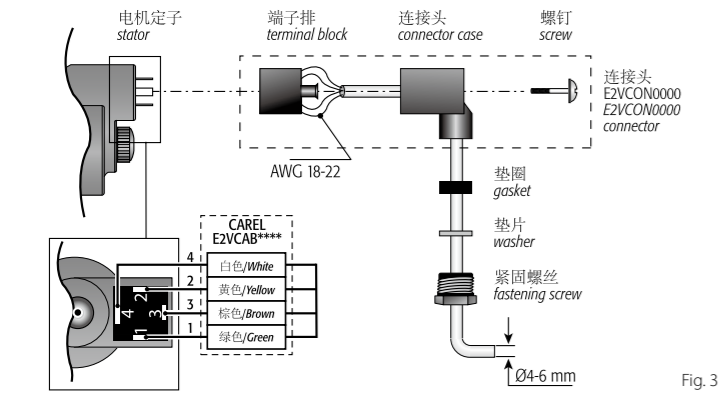

Fig. 3
7. collegare il connettore già cablato al motore passo passo nel relativo alloggiamento e serrare le vite con coppia di serraggio 0,5 Nm seguendo le indicazioni in Fig.3. Collegare a questo punto l'estremità quadrifilare del cavo nei relativi morsetti del Driver CAREL EVD\*\*\* o relativo controllo omologato CAREL ed impostare i parametri secondo il set riportato nella tabella sottostante.
Collegare un connettore costampato IP67 (E2VCAB\*\*\*\*) la cui mappatura è 1 Verde, 2 Giallo, 3 Marrone, 4 Bianco. Alternativamente collegare un cavo quadrifilare al connettore a cablare IP65 (E2VC0N0000) secondo lo schema in Fig. 3: il connettore è di tipo standard DIN 43650. Per cablare il connettore E2VC0N0000 si consiglia l'utilizzo di cavi AWG18-22 con un diametro esterno da 4 a 6 mm per consentire un'adeguata presa della guarnizione esterna. Successivamente collegare le quattro fasi motore al vostro dispositivo driver in modo che la fase n°1 della E5V, E6V, E7V corrisponda al morsetto n°1 del driver e così via. Attenzione: la fase n°4 è indicata sullo statore valvola con il simbolo di terra. Sono disponibili cavi schermati opzionali (E2VCAB5\*\*\*\*) per applicazioni in accordo alla direttiva 2004/108/EC e successive modifiche.
7. Connect the pre-wired connector to the socket on the stepper motor and tighten the screw, applying a force of around 0.5 Nm, following the instructions shown in Fig. 3. Then connect the four-pin end of the cable to the corresponding terminals on the CAREL EVD\*\*\* driver or other approved CAREL controller, and set the parameters according to the values shown in the table below.
Connect an IP67 co-moulded connector (E2VCAB\*\*\*\*) with mapping 1 Green, 2 Yellow, 3 Brown, 4 White. Alternatively, connect a four-wire cable to the IP65 connector (E2VC0N0000) as shown in the diagram in Fig. 3: this is a standard DIN 43650 connector. To wire the E2VC0N0000 connector, use AWG18-22 cables with an outside diameter from 4 to 6 mm to ensure suitable grip of the cable gland. Then connect the four motor phases to the driver, so that phase 1 on the E5V, E6V corresponds to terminal 1 on the driver, and so on. Important: phase 4 is indicated on the valve stator by the earth symbol. Optional shielded cables are available (E2VCAB5\*\*\*\*) for applications in accordance with directive 2004/108/EC and subsequent amendments.
- Raccorder le connecteur déjà câblé au moteur pas à pas dans le logement correspondant et serrer la vis avec un couple de 0,5Nm en suivant les indications de la Fig. 3. Connecter ensuite l'extrémité quadripolaire du câble aux bornes correspondantes du Driver CAREL EVD\*\*\* ou du régulateur homologué CAREL et configurer les paramètres selon la valeur reprise au tableau ci-dessous.
Connecter un connecteur moulé IP67 (E2VCAB\*\*\*\*) dont la topographie est 1 Vert, 2 Jaune, 3 Marron, 4 Blanc. Connecter alternativement un fil quadripolaire au connecteur à câbler IP65 (E2VCON0000) selon le schéma à la Fig.3: le connecteur est de type standard DIN 43650. Pour câbler le connecteur E2VCON0000 on conseille d'utiliser des fils **AWG18-22 d'un diamètre externe de 4 à 6 mm** pour permettre une prise adaptée de la garniture externe. Successivement brancher les quatre phases moteur à l'autre dispositif driver de façon que la phase n°1 de l'E6V, E7V corresponde à la borne n°1 du driver et ainsi de suite. **Attention: la phase n°4 est indiquée sur le stator du détendeur avec le symbole de la terre.** Des câbles blindés sont disponibles en option (E2VCABS\*\*) pour des applications conformément à la directive 2004/108/EC et modifications successives.